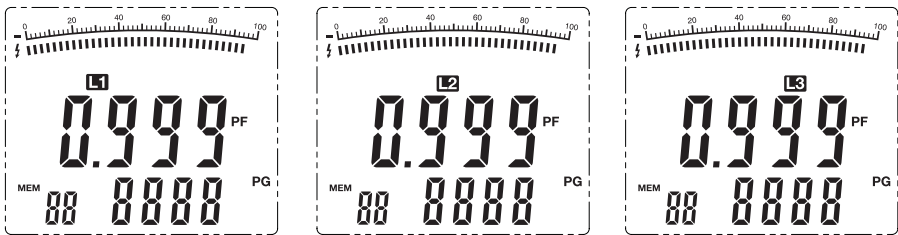

Figura 11
4. Pulse el botón L1-L2-L3 para seleccionar el conductor que se sujeta. (Figura 11)
5. La pantalla doble muestra el factor de potencia (PF) en el indicador principal y ángulo de fase (PG) en el indicador secundario